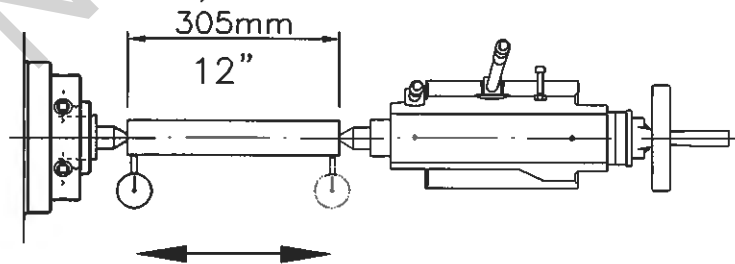

Fig. 24-P2
* Tailstock check : (reference Fig. 24-P2)